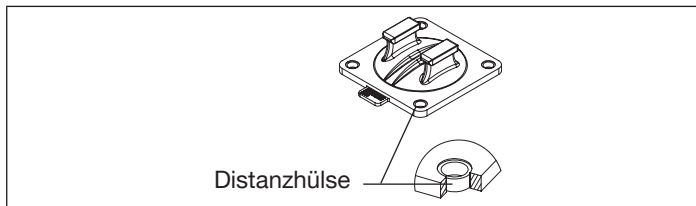

Bild 6: Distanzhülse
- Einheit Antrieb / Membran lagerichtig auf das Ventilgehäuse aufsetzen (so dass die zuvor angebrachten Markierungen fluchten). Bei RV110 müssen die vier Distanzhülsen in die vorgesehenen Gehäusebohrungen eintauchen (siehe „Bild 6: Distanzhülse“).